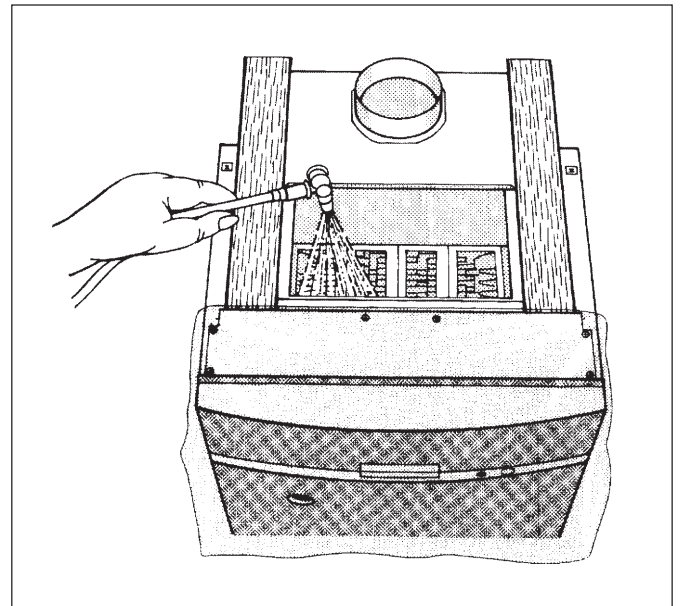

Abb.31: Sprühreinigung
- Heizgaszüge von oben gleichmäßig mit dem Reinigungsmittel einsprühen (Abb.31).